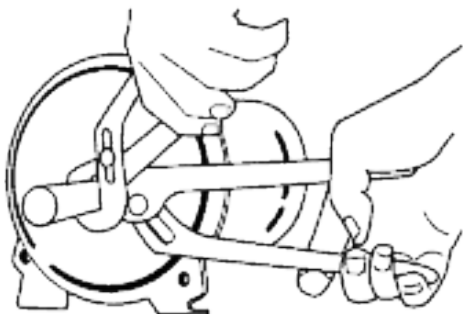

Figure 17 : Retirer le venturi
4. Sur les modèles de 1/2 HP, dévissez le tube de venturi de la roue. Sur les modèles de 3/4 et de 1 HP, le tube de venturi est vissé dans la carcasse de la pompe (figure 17).